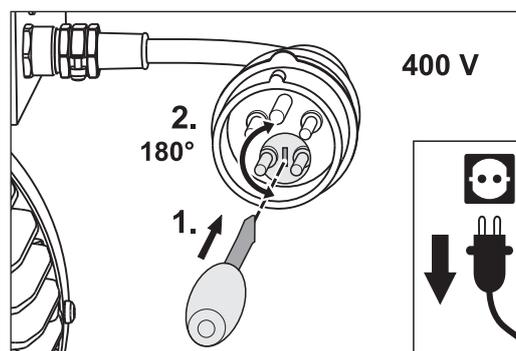

Abb. 16 Zur Änderung der Drehrichtung des Motors den Phasenwender um 180° verdrehen.
- Stecken Sie einen Schraubendreher in den Schlitz des Phasenwenders im Stecker des Motorkabels (Abb. 16, 1.).
Durch Druck mit dem Schraubendreher wird der Phasenwender entriegelt und muss dann gleichzeitig um 180° gedreht werden (Abb. 16, 2.).
Der Phasenwender muss durch Überwindung eines geringen Widerstands um 180° gedreht werden (Abb. 16, 2.).